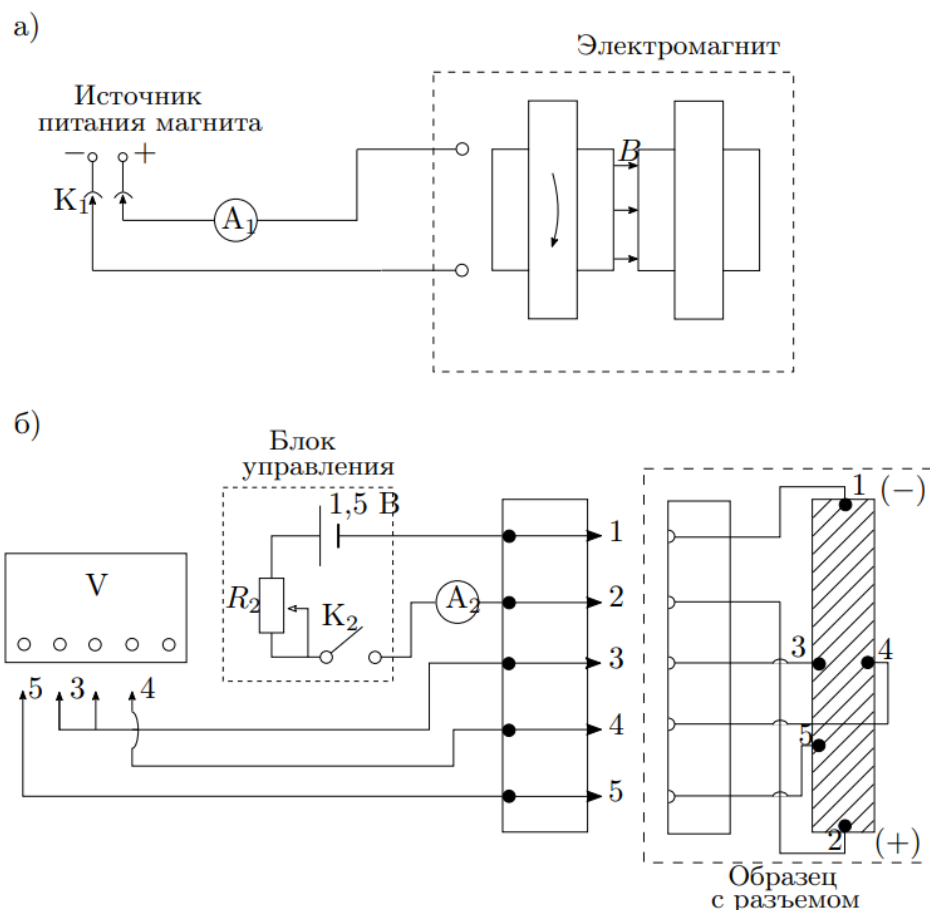

Рис. 1: Схема установки для исследования эффекта Холла в полупроводниках
Электрическая схема установки для измерения ЭДС Холла представлена на рис. 1. В зазоре электромагнита (рис. 1а) создаётся постоянное магнитное поле, величину которого можно менять с помощью регулятора источника питания электромагнита. Ток питания электромагнита измеряется внешним амперметром А1. Направление тока в обмотках электромагнита меняется переключением разъёма К1.
Прямоугольный образец из легированного германия, смонтированный в специальном держателе (рис. 1б), подключается к источнику питания образца. При замыкании ключа К2 вдоль длинной стороны образца течёт ток, величина которого регулируется на источнике питания образца и измеряется миллиамперметром А2.
2. Соберите установку согласно схеме на рис. 1, подключите к вольтметру контакты 3 и 4. Убедитесь, что источник питания электромагнита выключен, включите амперметры и вольтметры.
Направление тока в образце показано знаками «+» и «-» на рис. 1. Направление тока в обмотках электромагнита при установке разъёма  $K_1$  в положение 1 показано стрелкой на торце магнита.